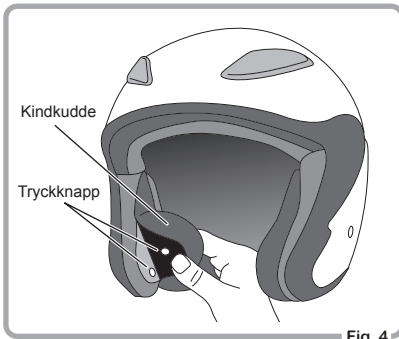

Fig. 4
- 3 Fäst de 2 tryckknapparna för att fullborda fästningen av kuddarna. Följ samma steg på andra sidan enligt anvisningen i Fig. 4.